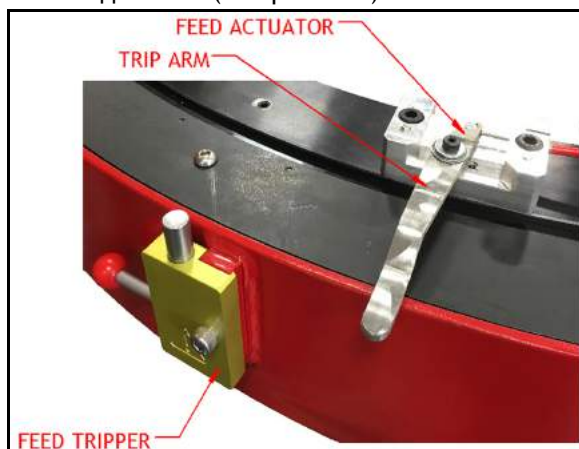

Рисунок 3-9. Местонахождение включателя подачи
1. Установите включатели подачи согласно необходимости (см. рис. 3-9).